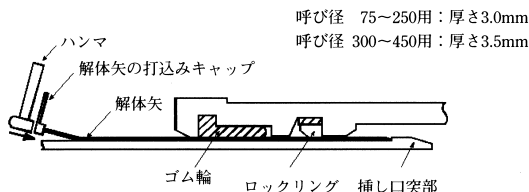
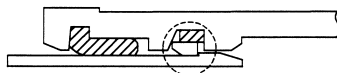
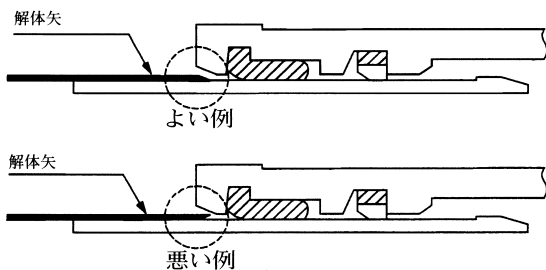

図84 解体矢の打ち込み
図85 解体矢が入りにくい状況
図86 解体矢のテーパの向き
- (1) 継手部をまっすぐな状態にする。(継手部が屈曲していると解体矢が挿入できない箇所があるのである)
- (2) 受口と挿し口のすき間から、呼び径に応じた専用の解体矢(図84参照)を均等(円周8～12ヶ所)に、ハンマで所定の位置(先端が挿し口突部にあたる)まで打ち込む。この時、解体矢の先端のテーパの向きは図86の通りとする。また、解体矢には滑剤を塗ると打ち込みやすくなる。なお、図85のように挿し口突部がロックリングに引っかかっているときは、解体矢が入りにくいので、挿し口を少し挿入するとよい。